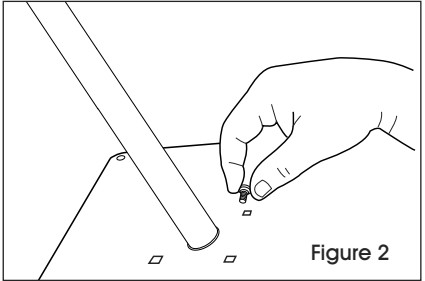

Figure 2
- 2. Insert black carriage bolt from top to bottom. (See Figure 2)
2. Insérez le boulon de carrosserie par le haut de la base. (Voir Figure 2)